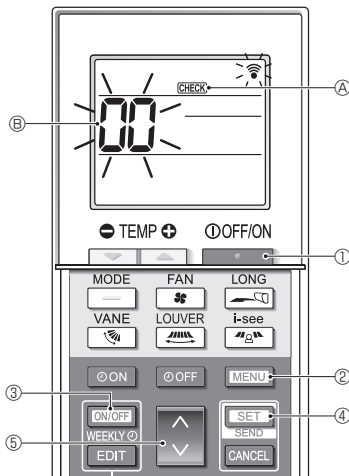

Fig. 7-5
■ Selbstprüfung (Fig. 7-5)
- Drücken Sie die Taste **ON/OFF WEEKLY** ①, um die Klimaanlage anzuhalten.
- Wenn der Wochen-Timer aktiviert ist (**WEEKLY** eingeschaltet ist), drücken Sie die Taste **ON/OFF WEEKLY** ③, um ihn zu deaktivieren (**WEEKLY** ist ausgeschaltet).
- Drücken Sie die Taste **MENU** ② 5 Sekunden lang.
- Drücken Sie die Taste **TEMP** ④ zum Auswählen der Kältemitteladresse (M-NET-Adresse) B des Innengeräts, für das die Selbstprüfung ausgeführt werden soll.
- Drücken Sie die Taste **MENU** ②.
- Drücken Sie die Taste **ON/OFF WEEKLY** ①.